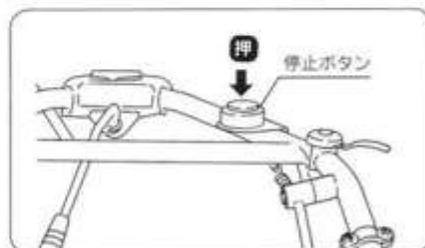

図28
- ⑤ 停止ボタンを押すと、エンジンは停止します。(図28)